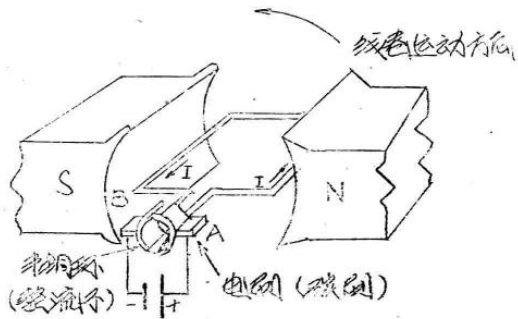

图 1-1 直流电动机原理图
1. 图 1-1 所示为直流电动机最简单的原理图。其中磁极是圆形的磁极，转子装在磁极之间，转子绕组两端引至互相绝缘的两个铜片上（单铜片）组成换向口，又称整流子，安装在轴上并与轴互相绝缘。由圆形的电刷与换向口接触，因此转子绕组的端头通过换向口与电刷引至外电路。转子绕组在外加直流电压的作用下，电流方向如图 1-1 所示。通电流导体在磁场中受到电磁力的作用，方向由左手定则决定（即伸开左手，手掌面